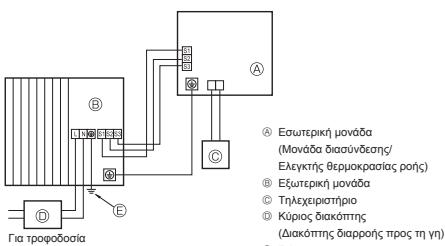
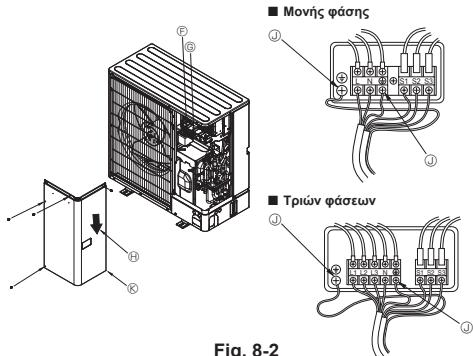

Fig. 8-1
Fig. 8-2
### 8.1. Εξωτερική μονάδα (Fig. 8-1, Fig. 8-2)
① Αφαιρέστε το πλαίσιο συντήρησης.
② Συνδέστε τα καλώδια που αναφέρονται στην Fig. 8-1 και στην Fig. 8-2.